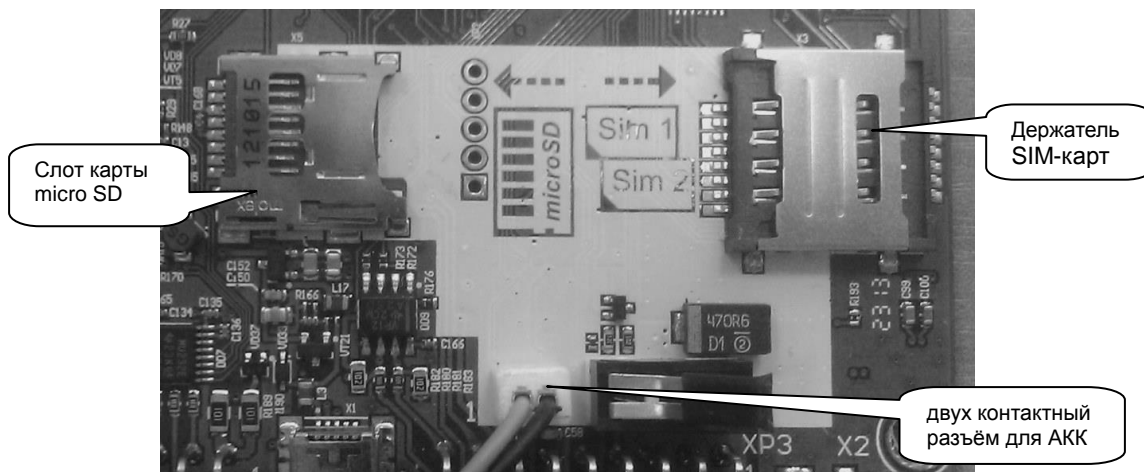

Рисунок 23 – расположение держателя SIM-карты,
3. Аккуратно вставьте SIM-карту в держатель в нижний лоток, Sim 2. В держателе два лотка, по умолчанию активен нижний лоток (рисунок 23).